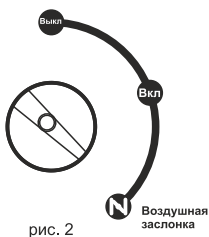

рис. 2
6. Установите тумблер на панели управления в положение «Воздушная заслонка» (рис. 2).